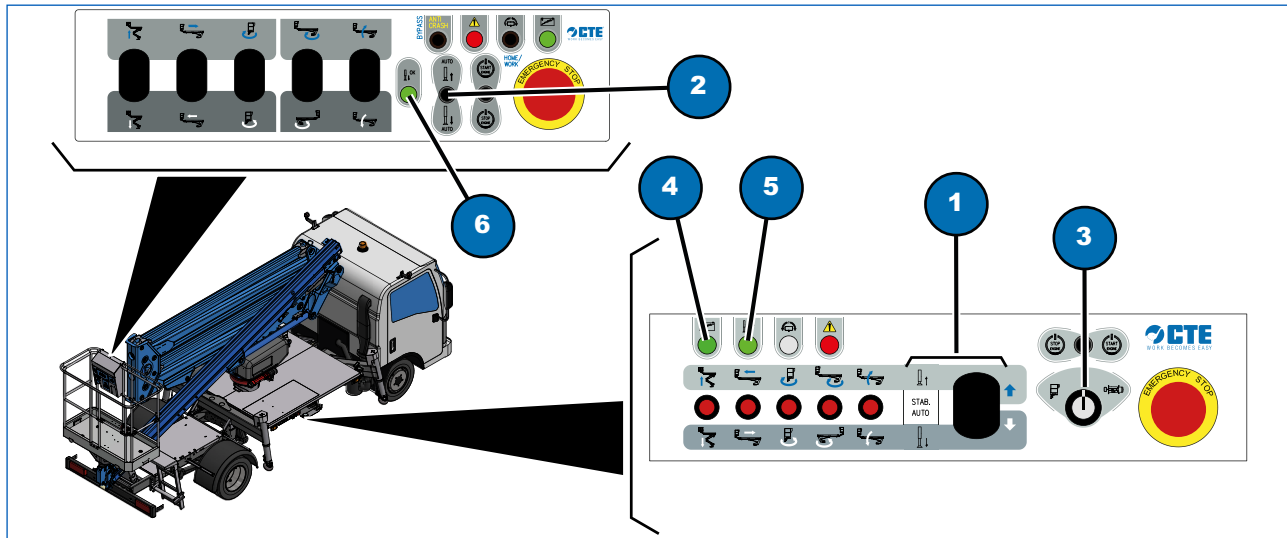

Fig. 15.2
La piattaforma può essere equipaggiata con stabilizzazione automatica che comporta la sostituzione del distributore idraulico con un distributore elettroidraulico, in telaio, e l'abilitazione della funzione "STAB. AUTO" della leva proporzionale (Fig. 15.2, 1) sul quadro comandi a terra e del selettore instabile (Fig. 15.2, 2) sul quadro comandi piattaforma di lavoro. Il distributore elettroidraulico permette l'azionamento degli stabilizzatori sia mediante leve che da comando elettrico.
- 2) Infilare la chiave nel selettore (Fig. 15.2, 3)
- 3) Ruotare il selettore (Fig. 15.2, 3) nella posizione "Comandi terra";
- la spia (Fig. 15.2, 4) si accende;
- 4) Verificare che la spia "STAB OK" (Fig. 15.2, 5) degli stabilizzatori sia spenta;
- 5) Azionare e mantenere azionata verso il basso la leva proporzionale (Fig. 15.2, 1) per effettuare la discesa automatica degli stabilizzatori, in modo da sollevare l'autoveicolo e scaricare le sospensioni.
- durante la procedura di stabilizzazione automatica la spia "STAB OK" (Fig. 15.2, 5) si spegne.
- Al termine della procedura controllare l'accensione della spia "STAB OK" (Fig. 15.2, 5), che indica l'avvenuta stabilizzazione dell'autoveicolo.
- 3) Ruotare il selettore (Fig. 15.2, 3) nella posizione “Comandi piattaforma di lavoro”;
- 6) Verificare che la spia “STAB OK” (Fig. 15.2, 6) degli stabilizzatori sia spenta;
- 7) Azionare e mantenere azionato verso il basso il selettore instabile (Fig. 15.2, 2) per effettuare la discesa automatica degli stabilizzatori, in modo da sollevare l'autoveicolo e scaricare le sospensioni.
- Al termine della procedura controllare l'accensione della spia "STAB OK" (Fig. 15.2, 6), che indica l'avvenuta stabilizzazione dell'autoveicolo.